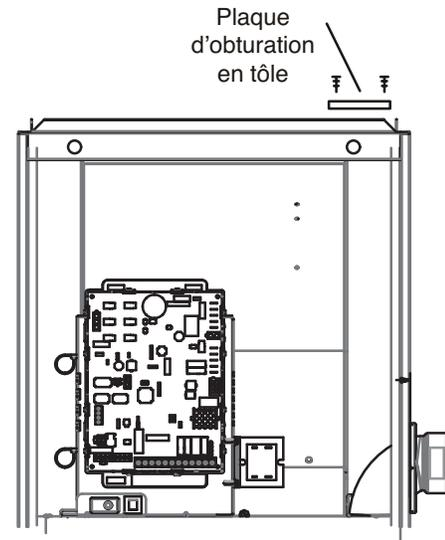

FIGURE 20
- 8 - Réutiliser la plaque de raccordement pour couvrir le trou dans le capuchon supérieur. Voir « FIGURE 20 ». Retirer les 2 vis qui fixent le capuchon supérieur sur l'appareil sur le côté droit et les réinstaller en fixant le bord droit de la plaque de raccordement et le côté droit du capuchon supérieur sur l'appareil. Utiliser 2 vis à tôle auto-taraud (fournies) pour terminer de fixer du bord gauche de la plaque de raccordement sur le côté gauche.